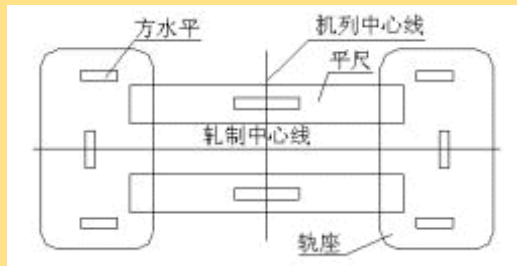

图4 轨座找平示意图
1.2.2 轨座找平 在轨座上放方水平及两轨座之间放平尺和方水平进行测量，要求两个轨座过跨的水平度及轨座水平度不超过0.05mm/m，见图4。